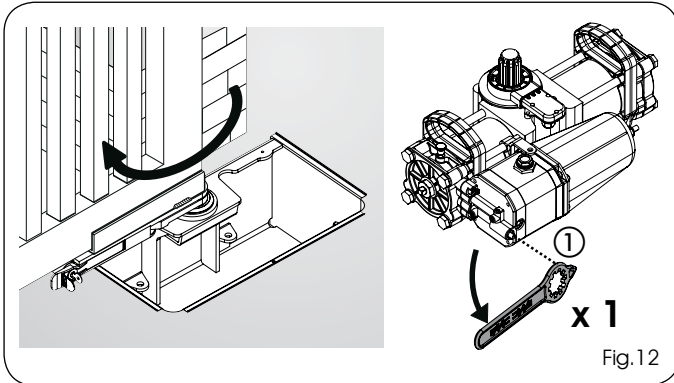

Fig.12
- 2) Facendo riferimento alle istruzioni del capitolo 7.1, sbloccare l'operatore a livello oleodinamico agendo con l'apposita chiave (Fig.1 rif.Ⓚ) sulla vite di sblocco (Fig.12 rif.①)